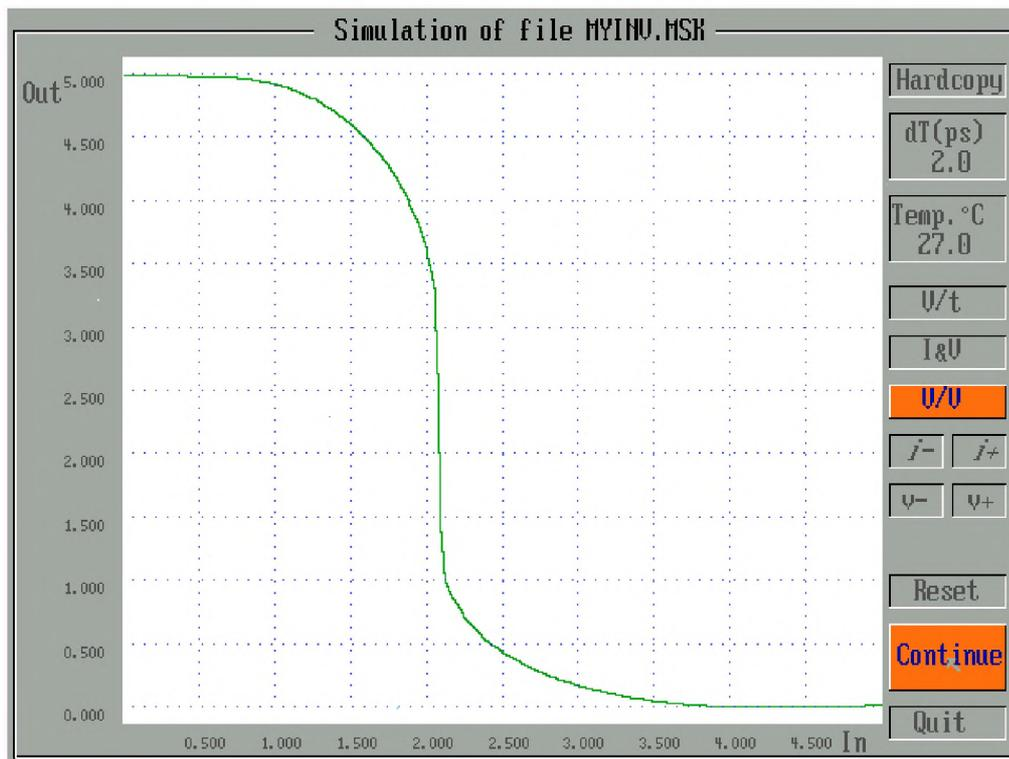

Рис. 39. DC характеристики КМОП инвертора. Коммутационная точка инвертора примерно равна 2 V
- ◆ Нажмите **V&V**, чтобы просмотреть DC передаточные характеристики инвертора (рис. 39). Коммутационная точка инвертора  $V_C$  является входным напряжением, при котором вход закрыт от  $V_{DD}/2$ . В случае, изображенном на рис. 39,  $V_C$  примерно равно 2.0 V. Нажмите **OK**, чтобы вернуться в редактор.